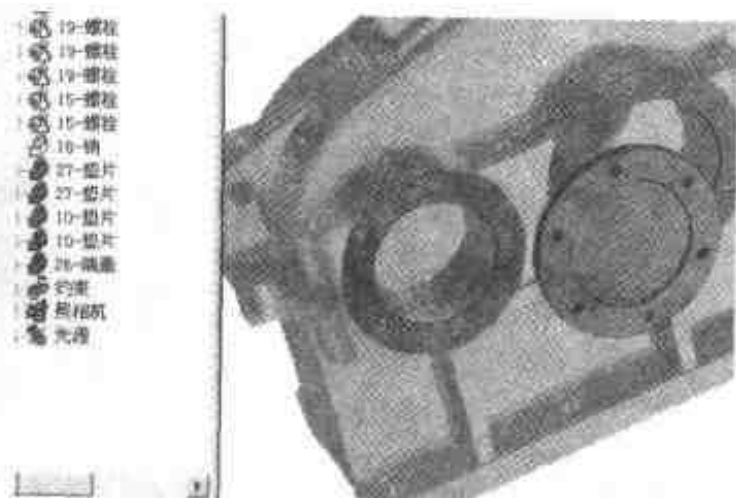

图 3.165 插入端盖
- (1) 选择【文件】|【插入】|【零件/装配】命令，然后在所附光盘中找到 score\example\jixie\3\减速机装配\26-端盖.ics 文件，单击【打开】按钮。在右侧零件树上将显示名称为“26-端盖”的零件，利用三维球将端盖拖放到合适的位置显示，结果如图 3.165 所示。